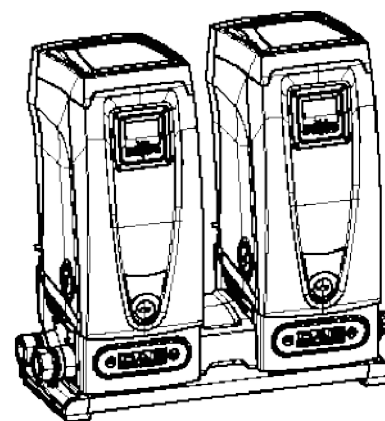

Рисунок 20
- Система монтируется на интерфейс быстрого соединения, как показано на Рис. 20.
Система мульти-насоса считает, сколько элементов соединены для сообщения и обозначает это количество как N. Затем, в зависимости от параметров NA и NC, система решает, сколько и какие из устройств должны работать в определенный момент. NA представляет собой число устройств, участвующих в перекачивании. NC представляет собой максимальное число устройств, которые могут работать одновременно. Если в цепочке имеются активные устройства NA и одновременно работающие устройства NC, и при этом NC меньше NA, это значит, что максимально могут работать одновременно устройства NC, и что эти устройства будут обмениваться элементами с NA. Если одно устройство конфигурируется как приоритетное запасное, оно будет включено последним в очередности запуска, то есть если, например, у нас есть 3 устройства и одно из них конфигурируется как запасное, запасное устройство начнет работать третьим элементом, а если мы задаем NA=2, запасной не будет работать, за исключением случая, когда одно из активных устройств будет в состоянии сбоя. м. также объяснение параметров. 9.6 NA: Активные устройства; 9.6 NC: Одновременно работающие устройства; 9.6 IC: Конфигурация резерва. DAB предоставляет набор из каталога для создания интегрированного узла бустерной станции с 2 системами. Бустерная станция, изготовленная с применением комплекта DAB, показана на Рис. 20.